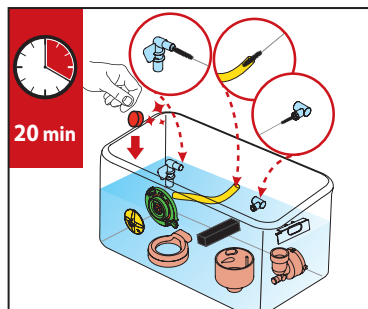

図1
1. ミキシングシステムの部品すべてを容器に入れ、使用する場合で承認されている食品用の洗剤と熱湯に約20分間浸しておきます（図1を参照）。